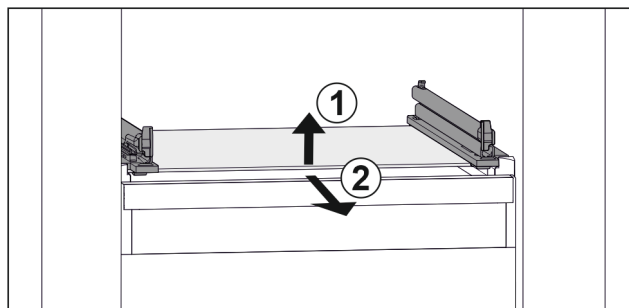

Fig. 51 Vejledende visning af glaspladen
- Løft glaspladen foran. Fig. 51 (1)
- Tag glaspladen ud fremefter. Fig. 51 (2)